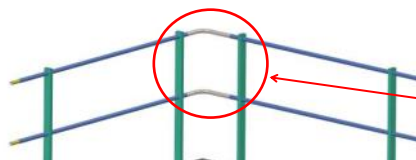

fig. 11
- Avvalersi degli accessori ANGOLO A 90° o SNODO UNIVERSALE per dare continuità in caso di angoli (fig. 11)